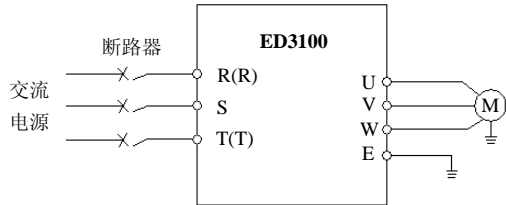

图 3-3 主回路简单配线
- (1) 接线前, 确保已完全切断电源 10 分钟以上, 否则有触电危险。
- (2) 严禁将电源线与变频器的输出端 U、V、W 连接。
- (3) 变频器本身机内存在漏电流, 为保证安全, 变频器和电机必须安全接地, 接地线一般线径为 3.5mm^2 以上铜线, 接地电阻小于 10Ω 。
- (4) 变频器出厂前已通过耐压试验, 用户不可再对变频器进行耐压试验。
- (5) 变频器与电机之间不可加装电磁接触器和吸收电容或其它阻容吸收装置, 如图 3-3。
- (6) 为提供输入侧过电流保护和停电维护的方便, 变频器应通过中间断路器与电源相连。
- (7) 继电器输入输出回路的接线 (DI1-DI6、DO1、DO2、DO3), 应选用 0.75mm^2 以上的绞合线或屏蔽线, 屏蔽层一端悬空另一端与变频器的接地端子 E 相连, 接线长度小于 50m。